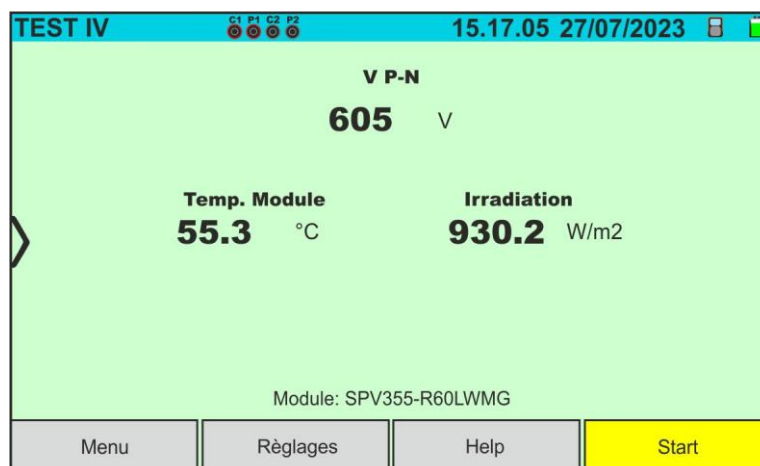

Fig. 35: Couverture initiale mesure courbe I-V sur modules Monoface
4. Dans le cas de modules **Monoface**, l'écran de la Fig. 35 est présent à l'écran. Les paramètres suivants sont affichés :